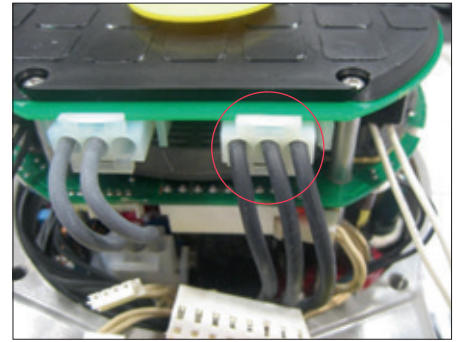

Abb. 10
- Schließen Sie das 3-polige Stromversorgungskabel der Anschlussklemmleiste an die OM13-Karte an (Abbildung 10).